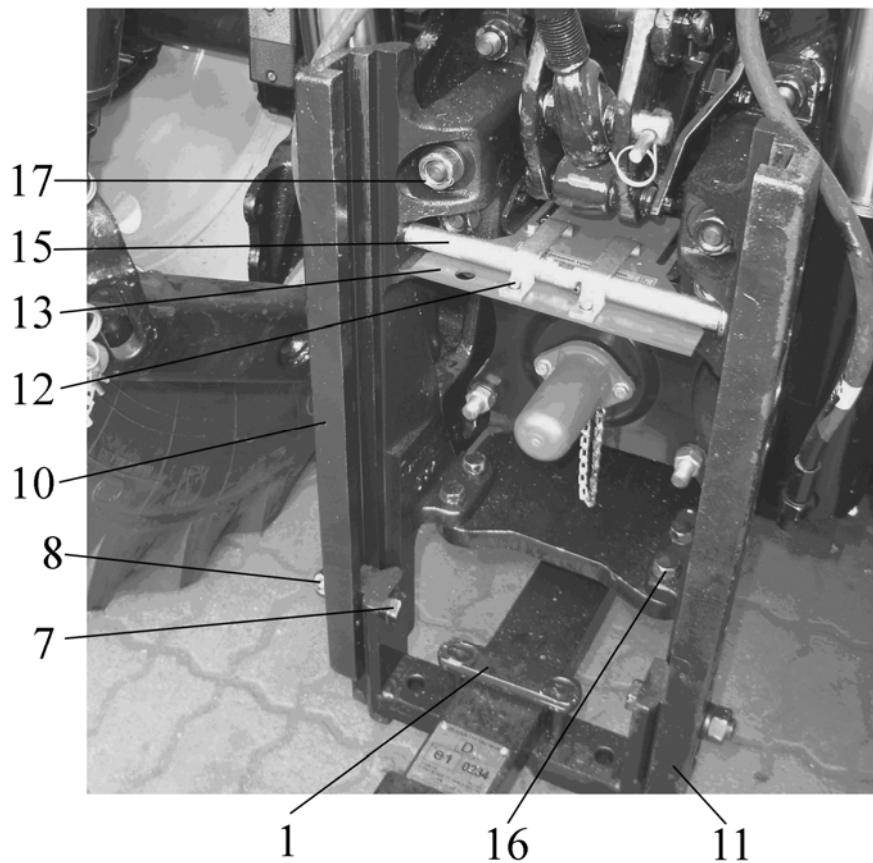
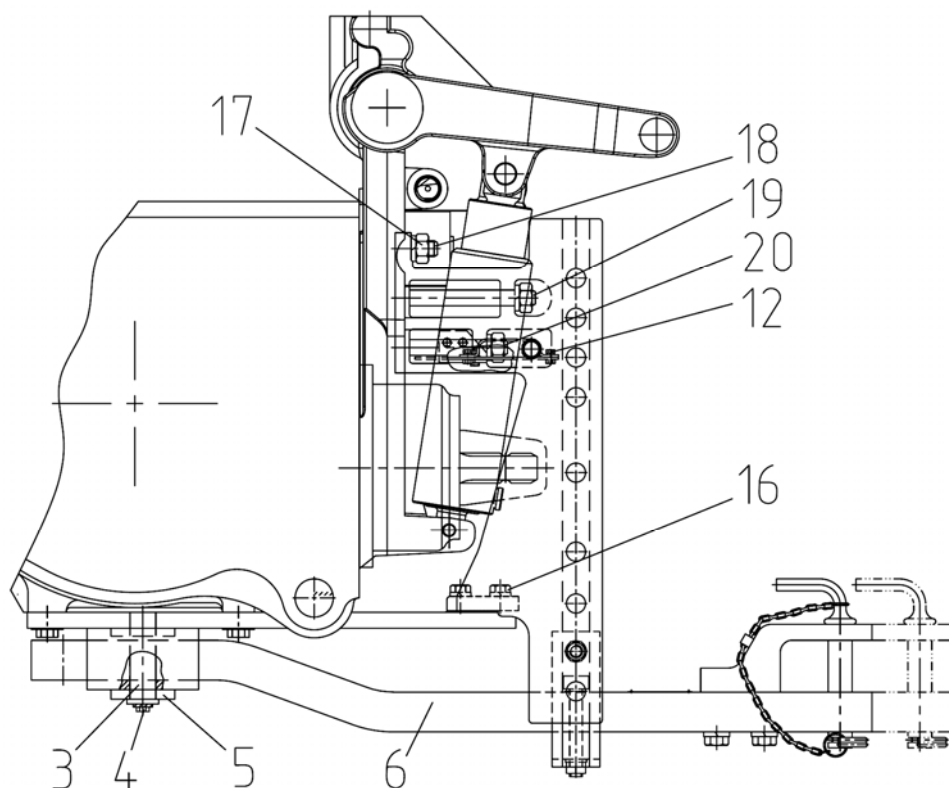

Рисунок 9.13
Рисунок 9.14
- б) вытащите палец, предварительно отвернув болты 4 и сняв пластину 5 (рисунок 9.14);
- в) снимите тягу 6 (рисунок 9.14);
- г) снимите пальцы 7, отвернув гайки 8 (рисунок 9.13);
- е) выверните болты 12 (рисунок 9.13) и снимите щиток 13
з) выверните болты 16 (рисунки 9.13, 9.14) и, отвернув гайки 17 со шпилек 18, 19, 20 (рисунок 9.14), снимите боковины 10, 11 (рисунок 9.13).
а) шпильки 18, 19 и 20 (рисунок 9.14) вворачивайте резьбовой частью с тугей резьбой в корпус заднего моста – **у нормальной резьбы, с противоположной стороны – фаска увеличена;**